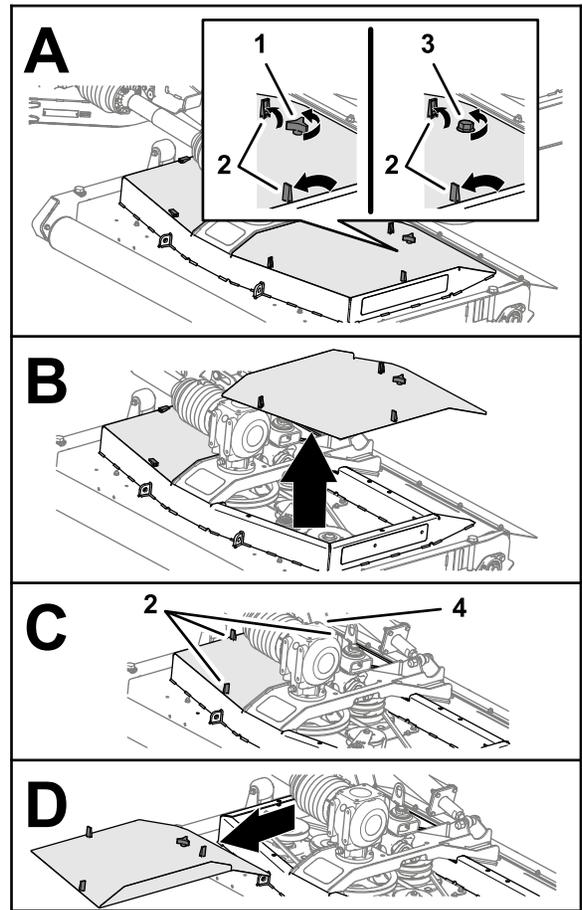

Figura 46
1. Abra los 3 cierres que sujetan la cubierta de la carcassas de corte (Figura 46).
2. Afloje el pomo o el perno (carcassas de corte CE) que sujeta la cubierta de la carcassas de corte a la carcassas de corte (Figura 46).
4. Repita los pasos 1 a 2 con la otra cubierta (Figura 46).